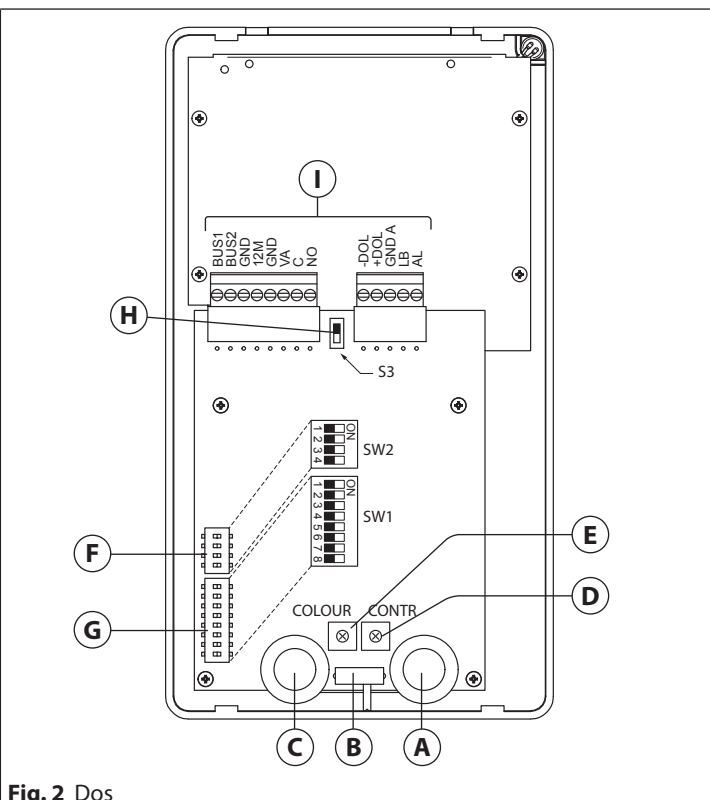

Fig. 2 Dos
2. Tirare verso l'esterno la parte superiore del coperchio come mostrato in Fig. 2. **Non tirare il coperchio in direzione dritta.**